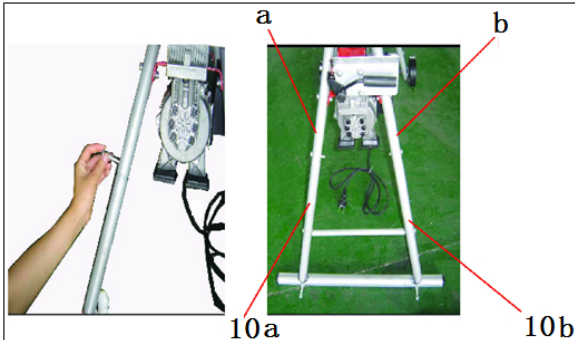

Fig.2
- a) Conectați suportul frontal (10a) la conducta de conectare (a) și suportul frontal (10b) la conducta de conectare (b) prin șuruburi și piulițe (fig.2).